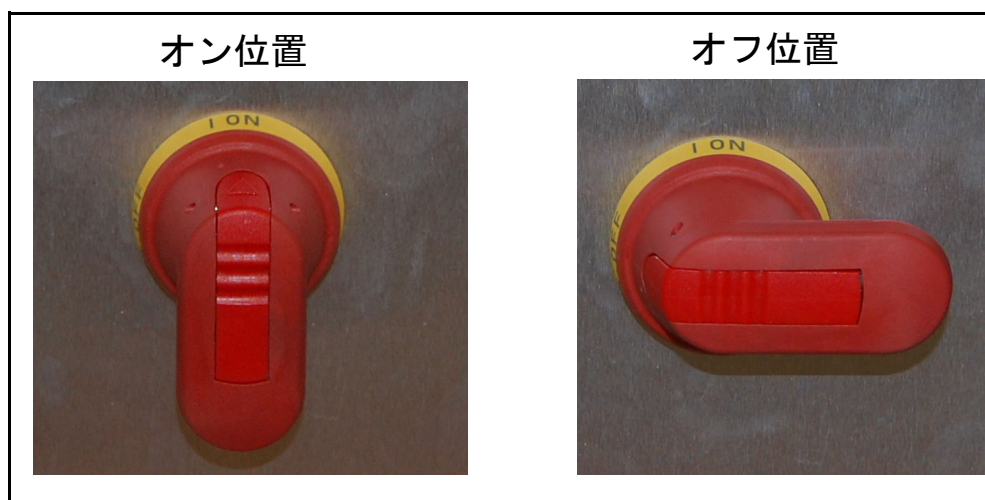

図 4-2: 主電源切断スイッチハンドル – オン/オフの位置
1. キャビネット内にある主電源切断スイッチの赤いハンドルがオンの位置にあることを確認します（図 4-2 を参照）。33 ページの「LOTO – 装置のメンテナンスと修理」で説明されているように、オフの位置にある場合は、電源を入れる前に、装置で作業している人がいないかを確認してください。